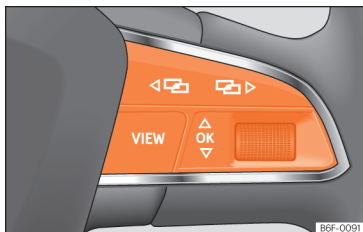

Abb. 85 Rechte Seite des Multifunktionslenkrads: Bedienelemente für die Menüs und Informationsanzeigen im Kombi-Instrument.
Solange eine Warnung der Priorität 1 vorliegt, » Seite 80, kann auf kein Menü zugegriffen werden. Einige Warnmeldungen können bestätigt und ausgeblendet werden über die Taste **OK** am Multifunktionslenkrad » **Abb. 85**.
- Falls eine Meldung oder das Fahrzeug-Piktogramm angezeigt wird, drücken Sie die Taste **OK** » **Abb. 85**; ggf. mehrere Male.
- Zum Menüwechsel verwenden Sie die Tasten **◀▶** oder **▶▶** » **Abb. 85**.
- Um das Menü oder die Informationsanzeige aufzurufen, die angezeigt wird, drücken Sie die Taste **OK** » **Abb. 85** oder warten Sie einige Sekunden lang bis das Menü oder die Informationsanzeige automatisch geöffnet werden.
- Im angezeigten Menü, drehen Sie das rechte Rädchen am Multifunktionslenkrad » **Abb. 85** bis der gewünschte Menüpunkt markiert ist. Der Menüpunkt wird umrahmt dargestellt.
- Drücken Sie die Taste **OK** » **Abb. 85**, um die gewünschten Änderungen vorzunehmen. Eine Markierung zeigt an, dass die entsprechende Funktion bzw. das System aktiviert sind.
Drücken Sie die Taste **◀▶** oder **▶▶** » **Abb. 85**.